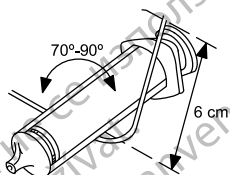

Abbildung 4. Biegen des Mandrins
2. Wählen Sie einen Mandrin nach der Funktion und der bevorzugten Festigkeit. Falls gewünscht, können Sie den Mandrin mit einem sterilen Instrument mit glatter Oberfläche (z. B. einem 10-ml- oder 12-ml-Spritzenkolben) vorsichtig formen (Abbildung 4 Biegen des Mandrins auf Seite 19). Bei einer leichten Krümmung ist die Wahrscheinlichkeit, dass sich der Mandrin während des Gebrauchs streckt, geringer als bei einem scharfen Knick.